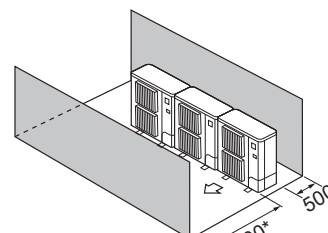

Fig. 2-12
- ④ Obstacles uniquement à l'avant et à l'arrière (Fig. 2-12)